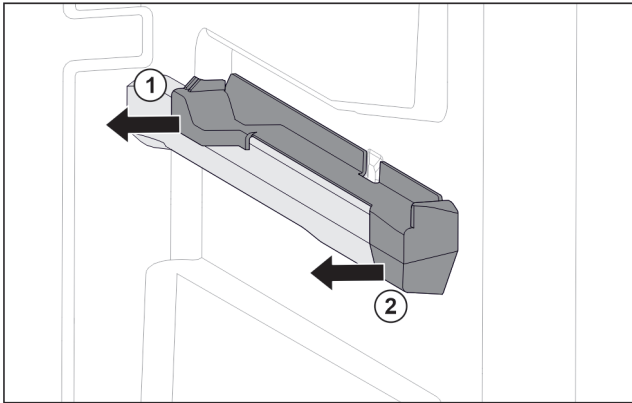

Fig. 118 Наставка върху дясното ребро на съда
- ▶ Изтеглете наставката отзад настрани. Fig. 118 (1)
- ▶ Изтеглете наставката отпред настрани. Fig. 118 (2)